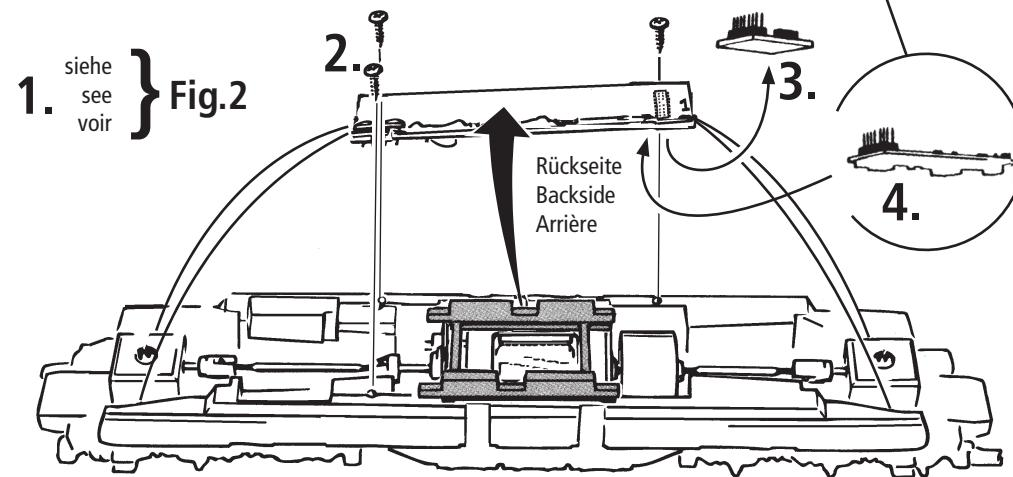

Fig. 4
1. Reinigung der Radstromkontakte: Radstromkontakte können auf unsauberer Schienen leicht verschmutzen. Entfernen Sie **vorsichtig** mit einem kleinen Pinsel **den Schmutz** an den in Fig. 4 gekennzeichneten Stellen.
1. Cleaning of wheel contacts: Wheel contacts easily get dirty on tracks which are not entirely clean. Use a small brush to **remove dirt** from spots marked in fig. 4.
1. Nettoyage des lames de courant aux roues: Les lames de contacts risquent de s'encaisser rapidement sur des voies poussiéreuses. Veuillez **enlever la poussière** aux endroits marqués à la fig. 4 à l'aide d'un petit pinceau souple.